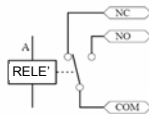

Figure 3
3. Sortie serrure électrique (voir Figure 3)